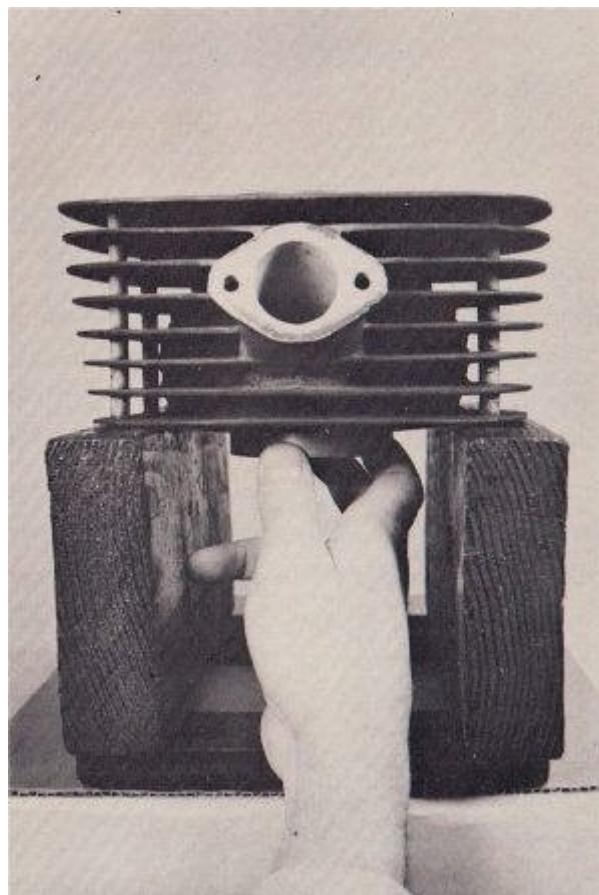

FIG. 74
8. Muy rápidamente se convierten en la camisa para alinear los puertos, agarrándolo por la parte que sobresale de la parte inferior del cilindro (Fig. 74). Dispone de 6 a 10 segundos para hacer esto una vez que el marítimas entra en el cilindro.